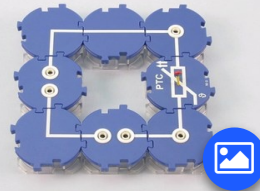
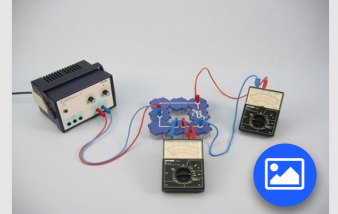

Abb. 1
Abb. 2
- Bau den Versuch entsprechend der Abb. 1 und Abb. 2 auf. Wähle die Messbereiche 10 V- und 30 mA-.